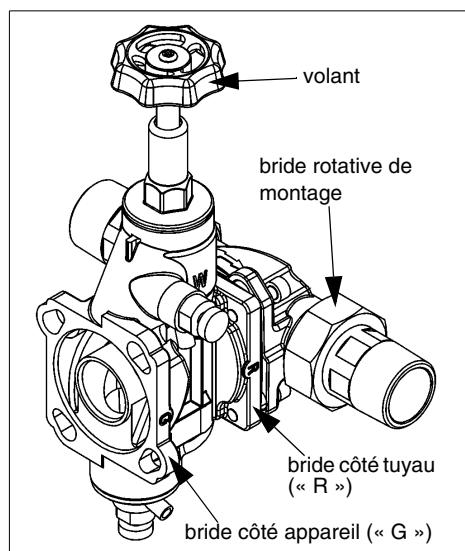

Fig. 8 : Vanne de dérivation
- Raccorder la vanne de dérivation (coté « R » = conduite) sur la bride de montage de l'adoucisseur d'eau, en encliquetant la baïonnette, et le serrer (cf. fig. 8).